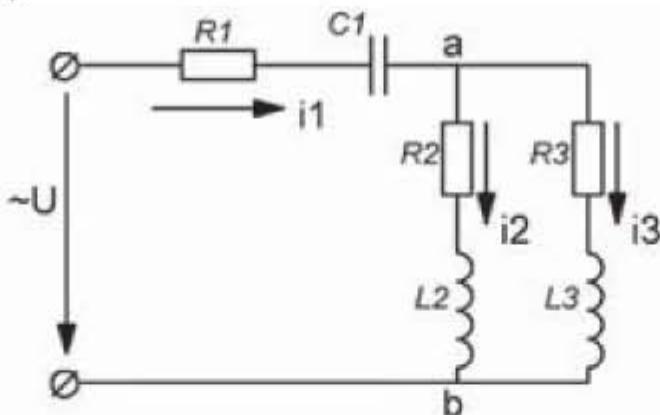

Рис. 3.96. Электрическая цепь переменного тока
3.2.1. Рассчитать символическим методом параметры электрической цепи, представленной на рис. 3.96. Исходные данные: